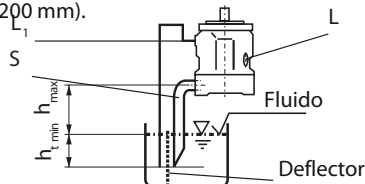

fig. 2
b) Si el min. nivel del fluido está por debajo de la superficie de montaje de la bomba: puerto tubería "L" y "S" acc. a fig. 2, cierre el puerto "L"
Antes de la instalación, llene la carcasa de la bomba mientras la mantiene en posición horizontal. Para el montaje sobre el estanque, ver fig. 2.